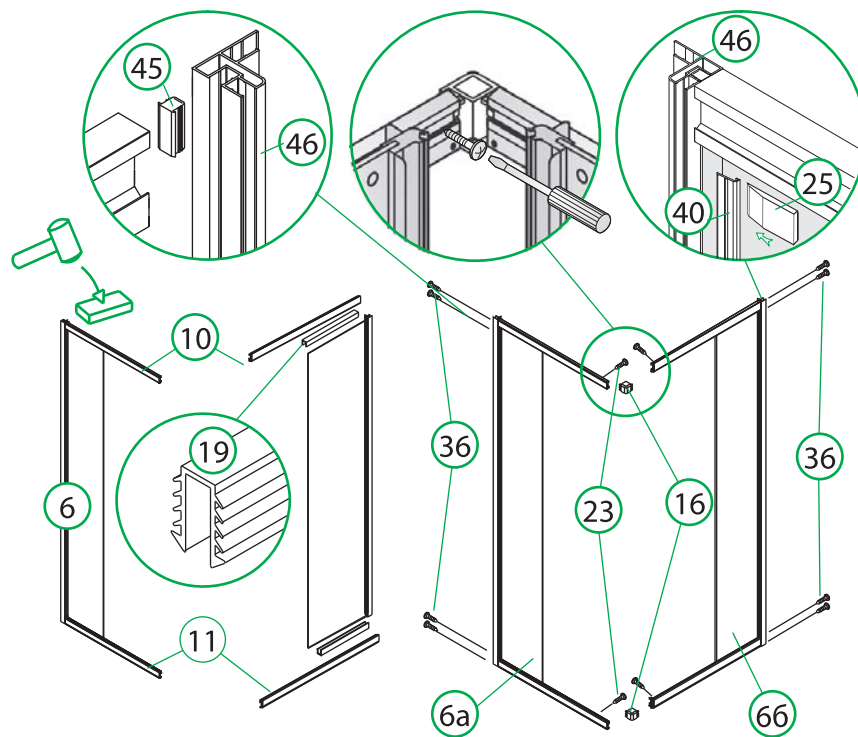

Рис. 8 / 8-сур.
3. Соберите передние неподвижные стеклянные панели и верхние и нижние алюминиевые профили как указано на (рис. 8).